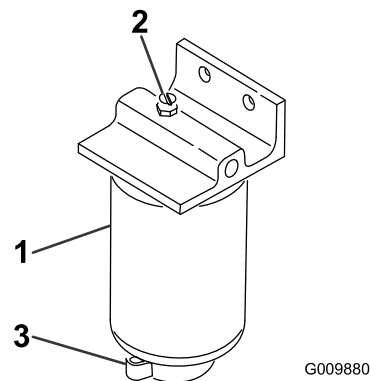

图66
2. 松开过滤器过滤筒底部的排水阀（图66）。
1. 清洁滤清器过滤筒的安装区域（图66）。